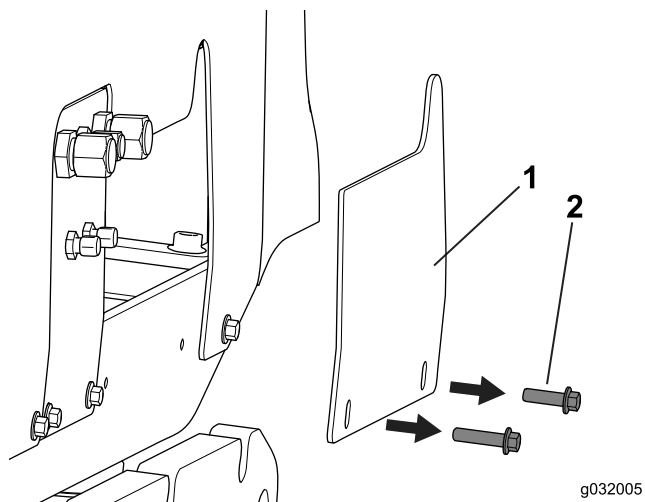

Figure 3
6. Déposez la plaque de protection à l'arrière de la machine, comme montré à la Figure 3.